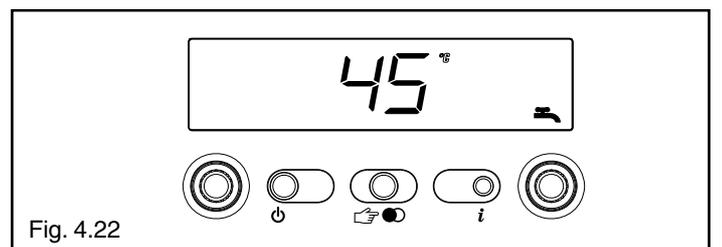

Fig. 4.22
- 4 visualizza la temperatura dell'acqua sanitaria settata (solo bollitore con sonda fig. 4.22)